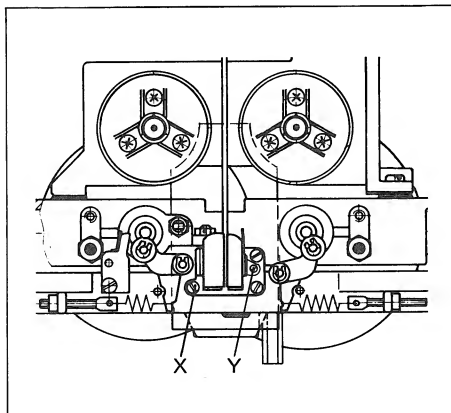

Fig. 5.4
- Mit Schraube X (Fig. 5.4) den Ausgangspegel beider Kanäle auf maximale Ausgangsspannung einstellen.
- With screw X (Fig. 5.4), adjust the output level of the two channels for maximum output voltage.
- Réglez à sa valeur maximale le niveau de sortie des deux canaux grâce à la vis X (fig. 5.4). (Pour effectuer ce réglage, on peut se servir d'un phase-mètre et régler à l'erreur de phase minimale.)
- Mit Kreuzschlitzschraubendreher Grösse 00 Schraube Y (Fig. 5.4) so einstellen, dass für beide Kanäle ein Pegelmaximum erreicht wird (minimale Phasendifferenz).
- With screwdriver size 00 for cross recessed head screws adjust screw Y (Fig. 5.4) in such a manner that maximum level is obtained for both channels (minimum phase difference).
- Tournez la vis Y (fig. 5.4) avec le tournevis cruciforme taille 00 pour obtenir un niveau maximal pour les deux canaux (différence minimale de phase).